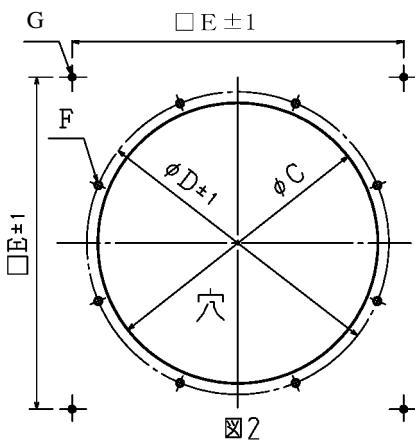

図2
(1) お客様装置の取付板に、あらかじめ穴をあけておいてください。(図2参照)